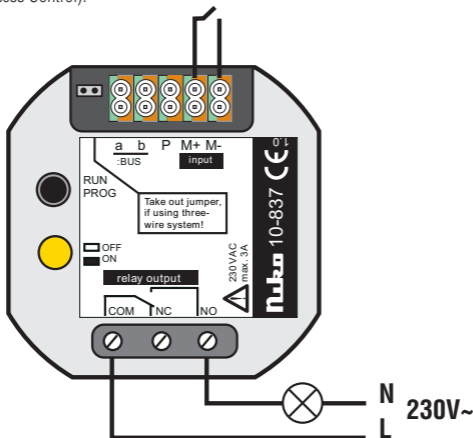

fig.6
Dit relais is bestemd voor inbouw en heeft 5 paar insteekklemmen die de bedrading vereenvoudigen. Op elke klem kunnen 2 draden aangesloten worden. De draad mag een diameter van max. 0,8mm hebben. Om de draden in de klemmen te steken, moet de draad tot een lengte van 5 à 6mm gestript worden. Het relais wordt rechtstreeks aan de bus gekoppeld. Bij een 2-draads aansluiting worden enkel a en b aangesloten. Indien meer dan 3 relais van het type 10-837 aangesloten worden, is een 3-draads aansluiting vereist. In dit geval moeten a, b en P aangesloten worden en moet de jumper van het relais verwijderd worden (fig.6). Het relais 10-837 is onderaan voorzien van een potentiaalvrije relaisuitgang met een 230V/3A-wisselcontact. Deze relaisuitgang kan gebruikt worden als normaal open (NO) of als normaal gesloten (NC) contact. Afhankelijk van de gewenste werking moet de schroefklem COM gecombineerd worden met NC of NO. Het relais is voorzien van een extra ingang (klemmen M+ en M-) voor het aansluiten van een drukknop/schakelaar. Het relais kan via de in- en uitgangen aan het Nikobus-domoticsysteem gekoppeld worden (zie technische catalogus Niko Access Control).